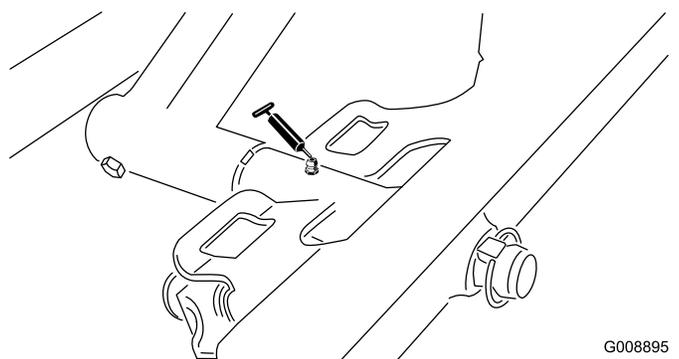

Figura 51
- Pivote de la unidad de corte delantera (Figura 51)